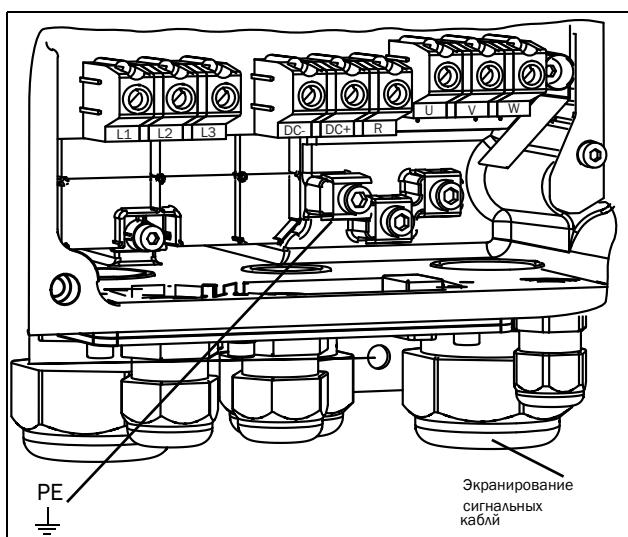
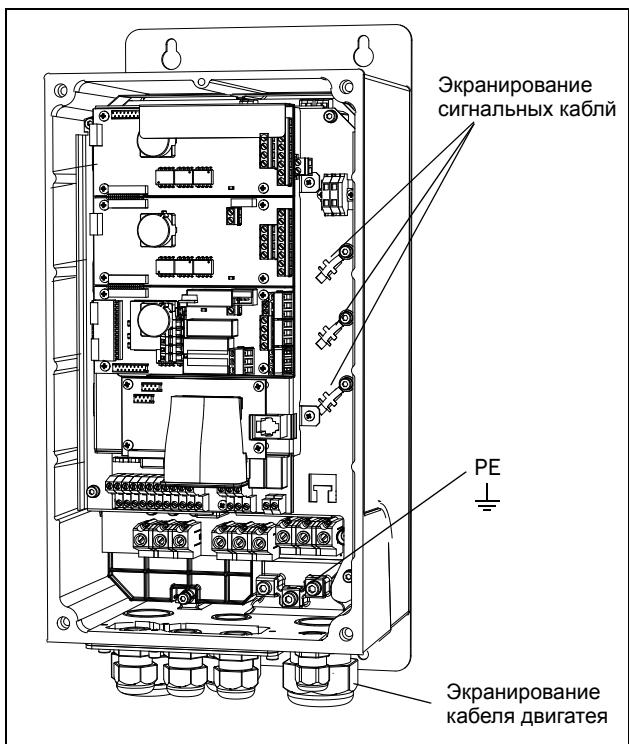

Рис. 20 Подключение сетевого питания и двигателяХарактеристики кабелей
Рис. 22 Экранирование кабелей.
- Соединение заземления **хомутами** необходимо только Рис. 22, если монтажная панель окрашена. Все преобразователи частоты имеют неокрашенную заднюю поверхность, поэтому подходят для монтажа на некрашеной панели.
Подключите кабели силового питания согласно Рис. 20 или 21. Преобразователь частоты оснащен сетевым фильтром помех категории 3, который соответствует индустриальному применению.
Подключите кабели двигателей по схеме U-U, V-V и W-W, см Рис. 20 и Рис. 22.